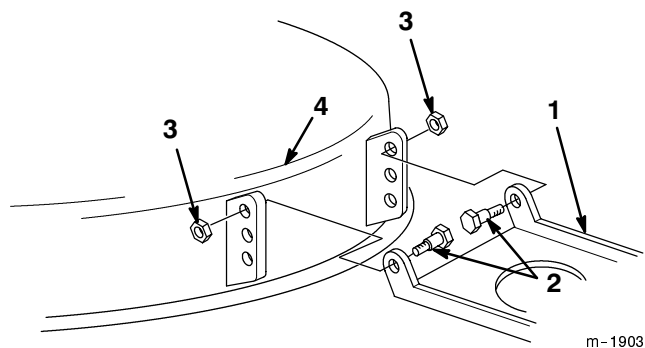

Figure 49
11. S'il est impossible d'obtenir l'inclinaison avant de 6 à 16 mm requise en tournant l'écrou de réglage, déplacez le pivot sur le plateau (Fig. 49).
12. Enlevez les boulons à épaulement et les contre-écrous de la machine (Fig. 49).
13. Placez le pivot du plateau dans le trou inférieur et remettez les boulons à épaulement et les contre-écrous (Fig. 49).